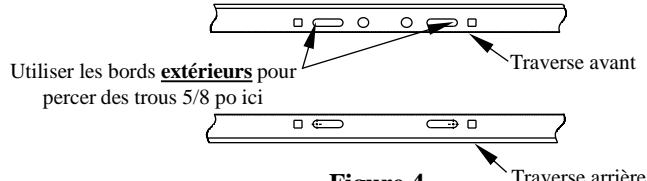

**Figure 5**
3. Glisser les traverses avant et arrière entre les longerons et la plateforme du véhicule, comme illustré à la Figure 5. La traverse avant est munie de deux (2) trous supplémentaires centrés entre les fentes longues.